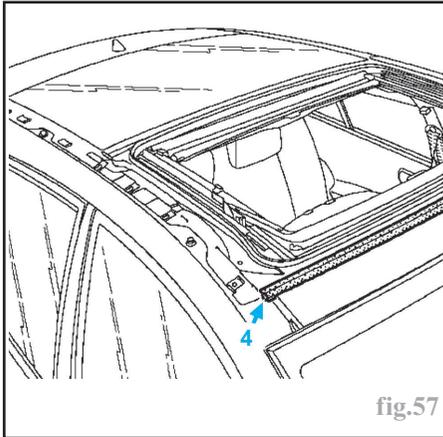

fig.57
- Décoller le joint (4) (fig.57).